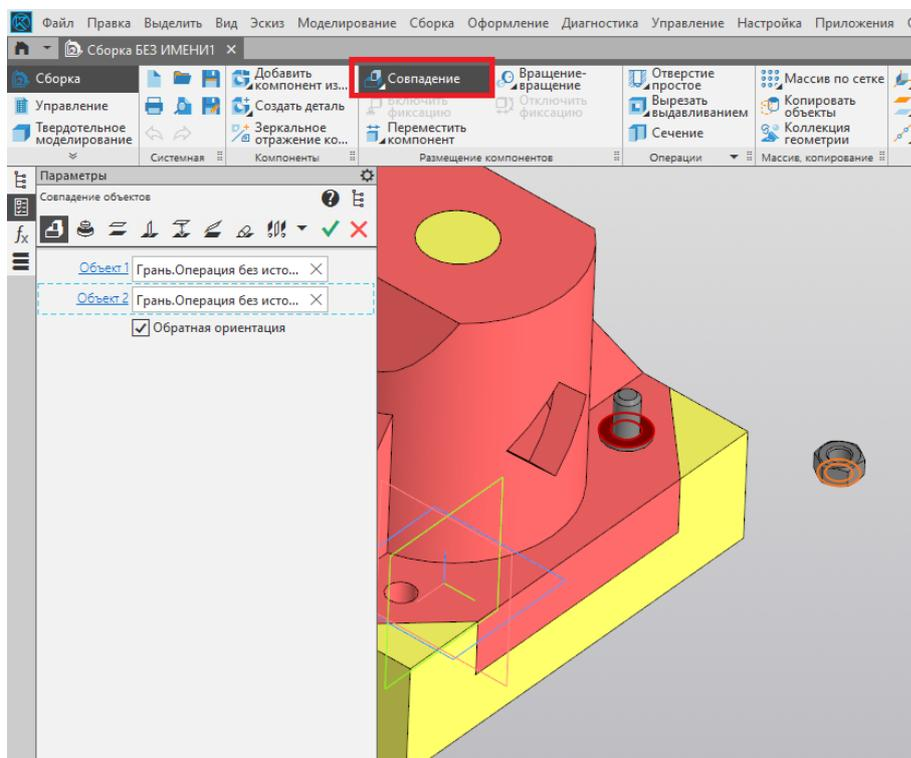

Рис. 67
19. Добавляем ограничение «Совпадение» для верхней грани шайбы и нижней грани гайки. Подтверждаем команду нажатием на зелёную галочку (рис. 67).